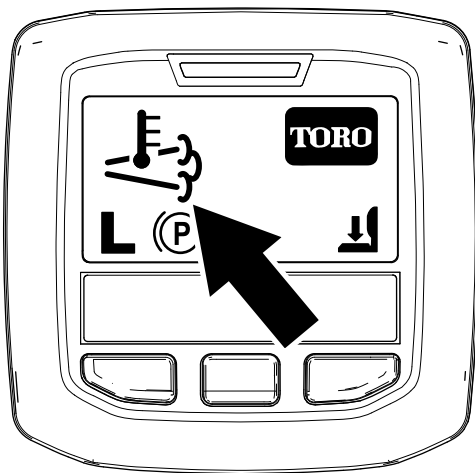

Figura 68
- Pictograma pentru temperatură ridicată de evacuare  este afiată pe InfoCenter (Figura 68).